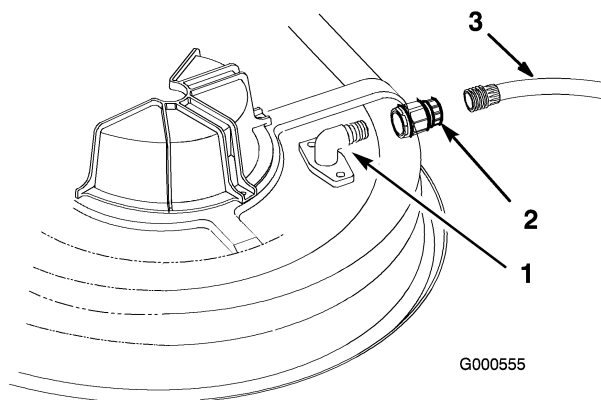

Bild 53
3. Montieren Sie die Schlauchkupplung auf die Kupplung am Mähwerk-Spülanschluss und drehen Sie das Wasser mit starkem Druck auf (Bild 53).